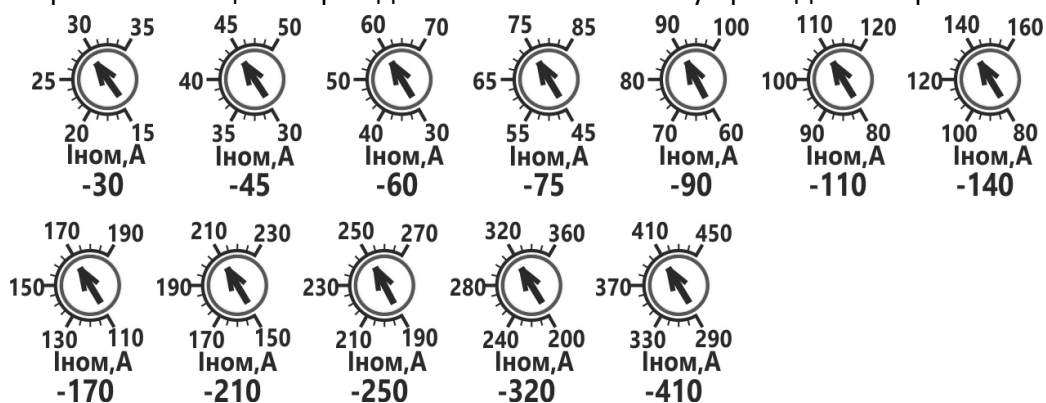

Рисунок 6 Диапазоны настройки *Ином*
1.7.2 Потенциометр «*Ином, А*» используется для настройки номинального тока электродвигателя, который используется в качестве базового для функций защит электродвигателя и плавного пуска. Диапазоны настройки потенциометров для исполнений по току приведены на рис.6.